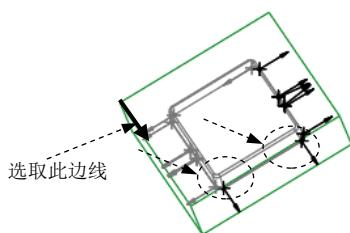
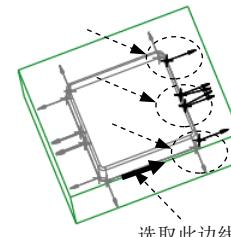

图 3.9 定义延伸点集（三）
图 3.10 定义延伸点集（四）
(4) 定义延伸点集 3。
① 在“延伸控制”对话框中单击 **添加** 按钮；按住 Ctrl 键，选取图 3.9 所示的两个点，然后单击“选择”对话框中的 **确定** 按钮；选择 **Done (完成)** 命令。
② 在系统弹出的 **▼ GEN SEL DIR (一般选择方向)** 菜单中选择 **Crv/Edg/Axis (曲线/边/轴)** 命令，然后选取图 3.9 所示的边线；接受图 3.9 所示的箭头方向为延伸方向，选择 **Okay (确定)** 命令(若方向相反，应先单击 **Flip (反向)** 命令，再单击 **Okay (确定)** 命令)。
(5) 定义延伸点集 4。
① 在“延伸控制”对话框中单击 **添加** 按钮；按住 Ctrl 键，选取图 3.10 所示的六个点，然后单击“选择”对话框中的 **确定** 按钮；选择 **Done (完成)** 命令。
② 在系统弹出的 **▼ GEN SEL DIR (一般选择方向)** 菜单中选择 **Crv/Edg/Axis (曲线/边/轴)** 命令，然后选取图 3.10 所示的边线；调整箭头方向如图 3.10 所示。选择 **Okay (确定)** 命令，定义了以